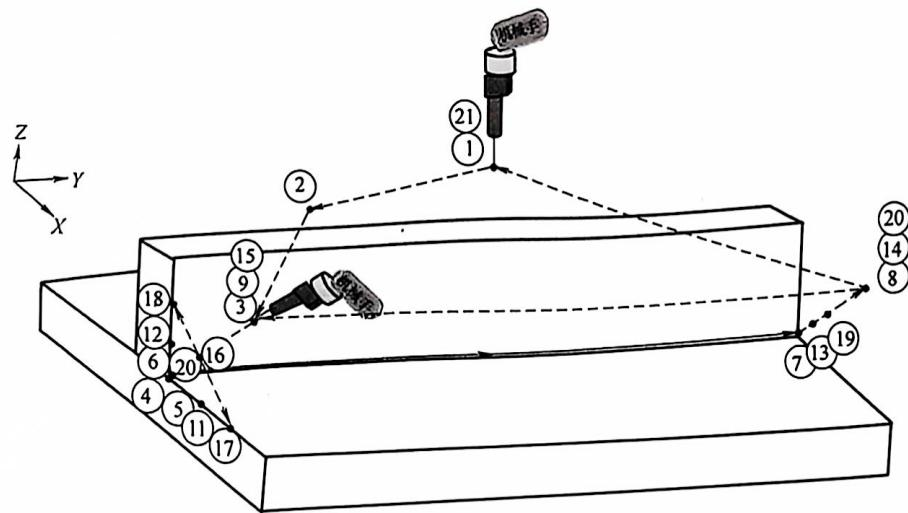

图 2-21 中厚板 T 形角接产品的示教运动轨迹
(1) 示教运动轨迹 该产品采用多层单道直线摆动在线示教编程与焊接，其示教运动轨迹如图 2-21 所示，主要由编号为①~⑩的 20 个示教点组成。
①点、②点为原点（或待机位置点），其应处于与工件、夹具不干涉的位置，焊枪姿态一般为45°（相对于X轴）。
②点、⑦点、⑧点、⑬点、⑭点、⑯点为过渡点（前进点或退避点），也要处于与工件、夹具不干涉的位置，焊枪角度任意。
③点、⑥点、⑨点、⑫点、⑯点、⑰点为各层焊缝的焊接开始点与结束点，焊枪姿态为与两工件成 45° 夹角，与焊缝待焊方向成 $95^{\circ}\sim100^{\circ}$ 夹角。
④点、⑤点、⑩点、⑪点、⑯点为摆动振幅点，应根据焊道的宽度确定相应位置，并考虑焊枪在该点上的停留时间，焊枪的姿态和角度应与焊接点一致。